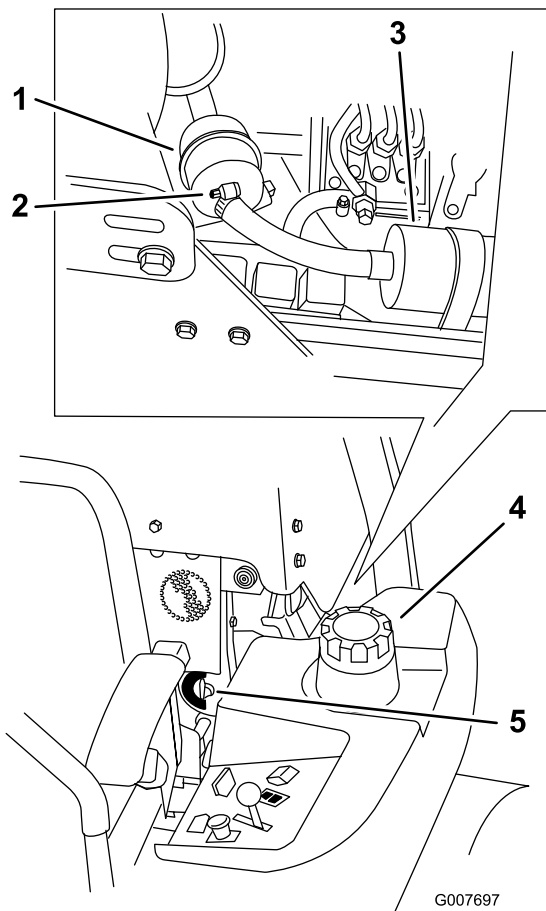

Figure 46
4. Fermez le robinet d'arrivée de carburant (Figure 46).
5. Desserrez les deux colliers de serrage et débranchez les conduites du dessus du filtre (Figure 46).
6. Remplacez le filtre. Branchez les conduites d'alimentation au filtre à carburant et installez les deux colliers de serrage (Figure 46).